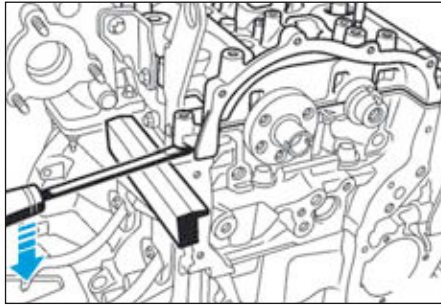

FIG.23
- Placer une cale de protection (par exemple en bois) sur la culasse (Fig.23).